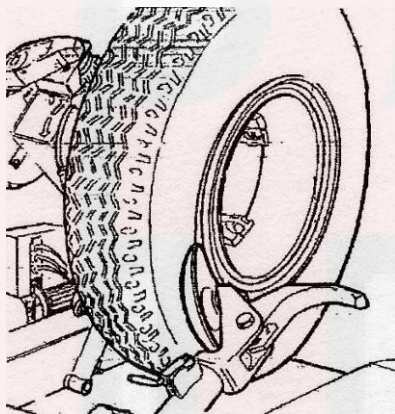

Рисунок 30
- Поместите разъёмное кольцо на обод и затем вставьте стопорное кольцо с помощью диска, как показано на Рисунок 30
– Установите стопорное кольцо на обод с помощью диска, как показано на Рисунок 30.